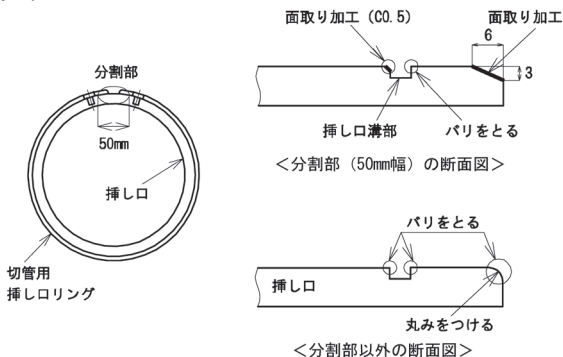

図75 挿し口のバリ取りおよび端面処理
- ③ やすりまたはグラインダ等を使用して、加工部に発生したバリを取る(図75)。呼び径300～450では、図75のように、切管用挿し口リングの分割部が位置する箇所(幅50mm)の挿し口端面に3×6mmの面取り、挿し口溝部にC0.5程度の面取りを行う。